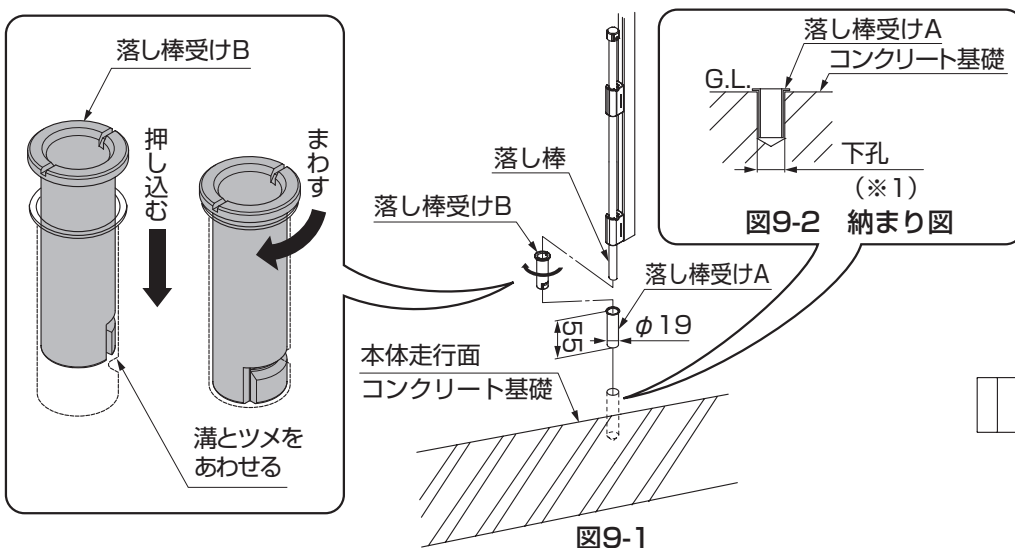

図9-1
- ①落とし棒受けAをコンクリート基礎部に確実に固定してください。(図9-1参照)
- ②落とし棒受けBを落とし棒受けAに落して回しながら挿入してください。(図9-1参照)